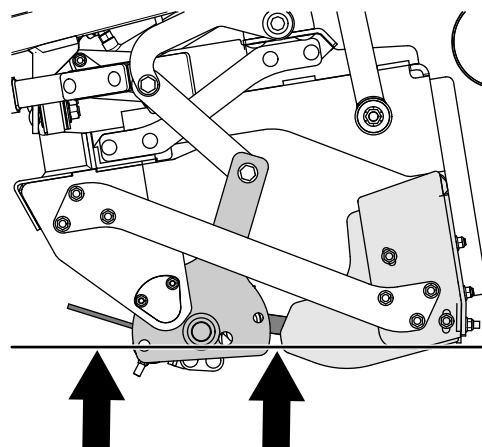

Figure 50
4. Basculez le porte-outil polyvalent en arrière (Figure 50) jusqu'à ce que les dents soient plus haut que le bas de la lame niveleuse; voir Basculement avant de l'accessoire ventral \(page 31\).